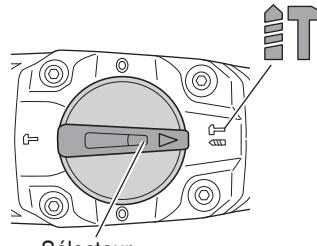

Fig. 6
(1) Commutation sur "rotation + percussion"
- Alignez ▲ du levier du sélecteur et **T** du couvercle de la manivelle comme illustré à la Fig. 6.